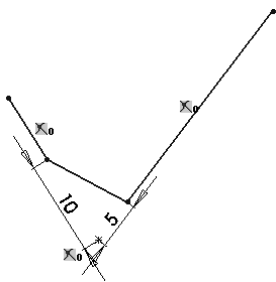

图 2-60 “距离-距离”方式创建倒角
- 距离-距离：选中此单选按钮，将以“距离-距离”的方式创建倒角。在此方式下可分别设置所选第一和第二条曲线上的倒角距离，如图 2-60 所示。